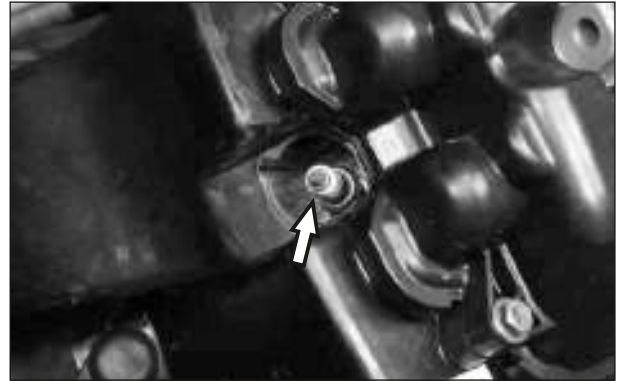

Fig. 3.46
- Loosen and remove spark plug. (Fig. 3.46)